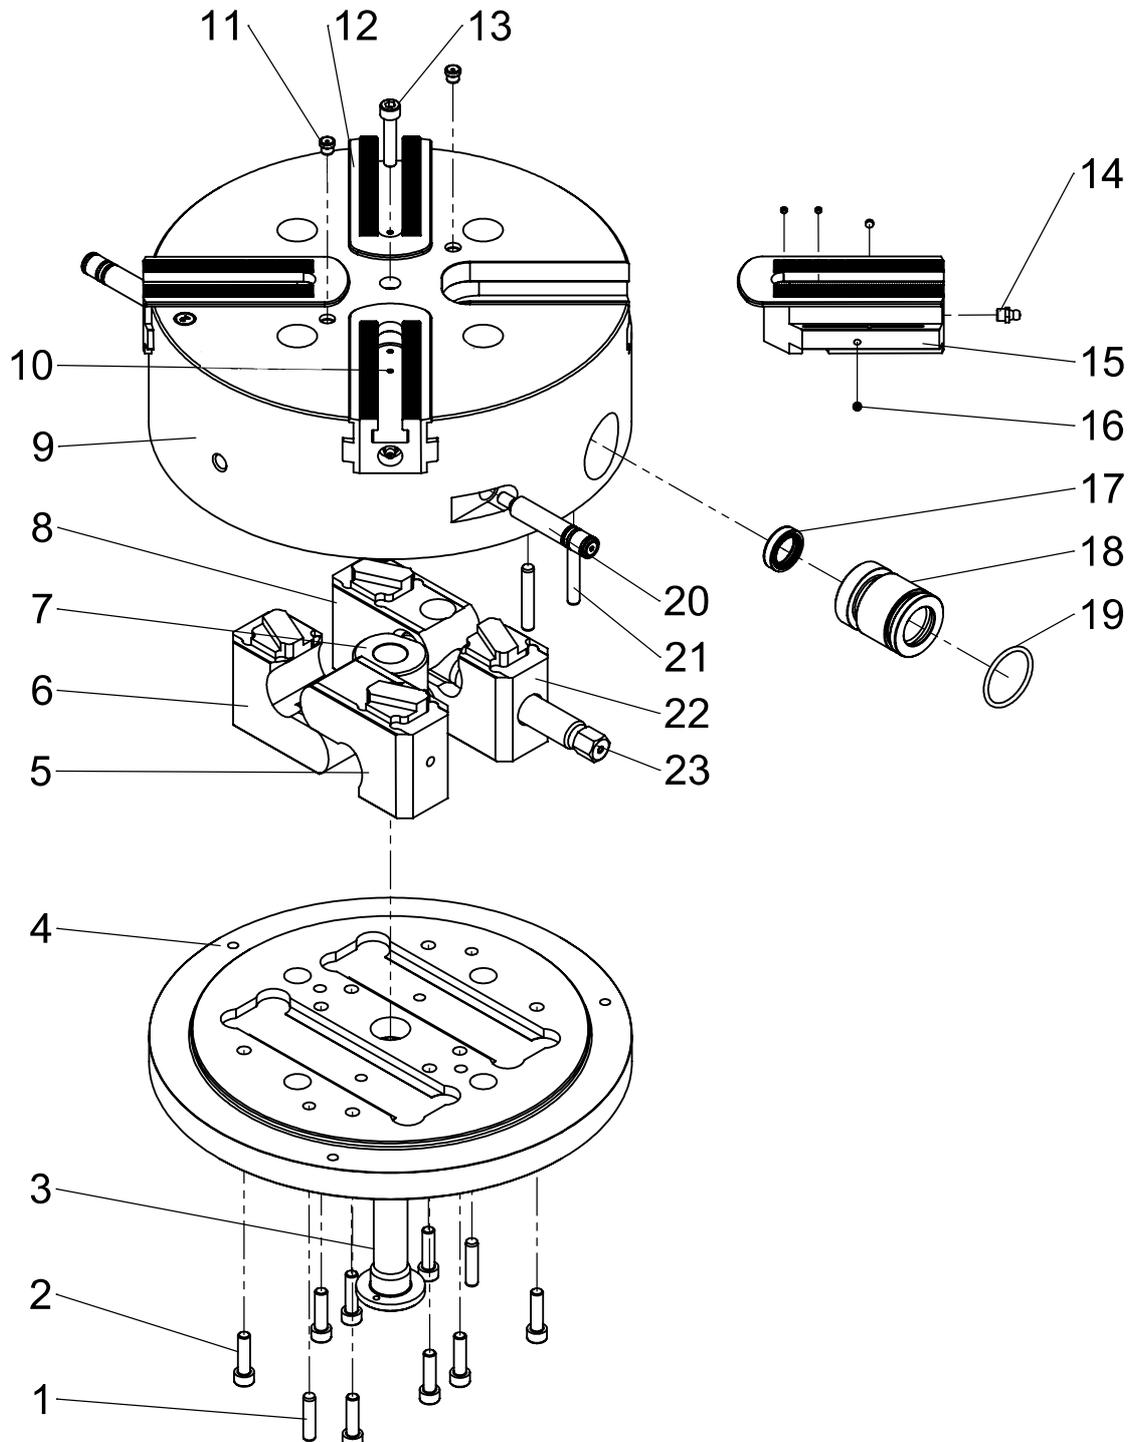

Fig. 8-1 : Pièces de rechange (VD016 à VD040)
**Étape 1** Recherchez la pièce de rechange souhaitée dans les figures 8.1/8.2/8.3/8.4/8.5.